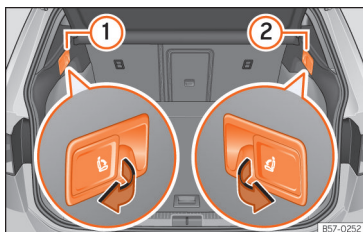

Рис. 81 У багажному відсіку: важелі розблокування задньої спинки.
• Потягніть важіль на лівому **рис. 81** ① чи правому ② боці в напрямку стрілки. Розблокована секція спинки сама опускається вперед.